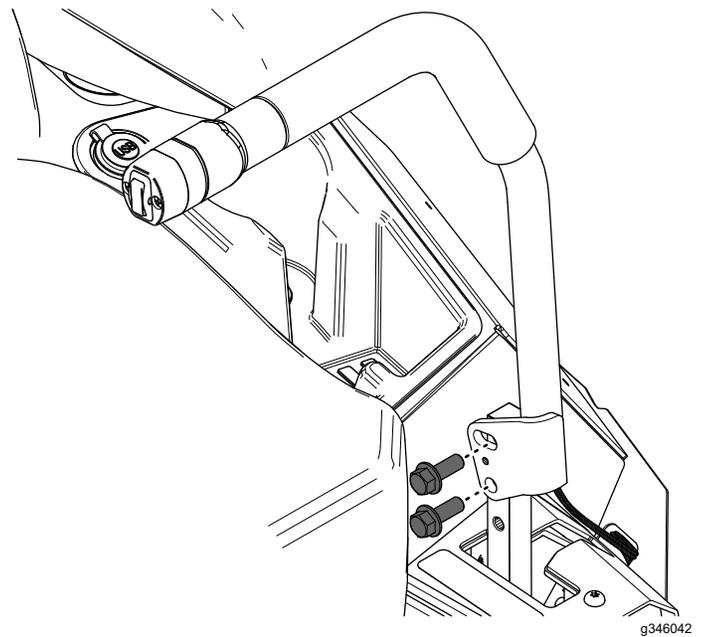

図 7
- 1. 図 7 のように、先ほど外したフランジヘッドボルト  $\frac{3}{8}$  x 1" 2本を使用して、新しい左側走行コントロールレバーを取り付ける。